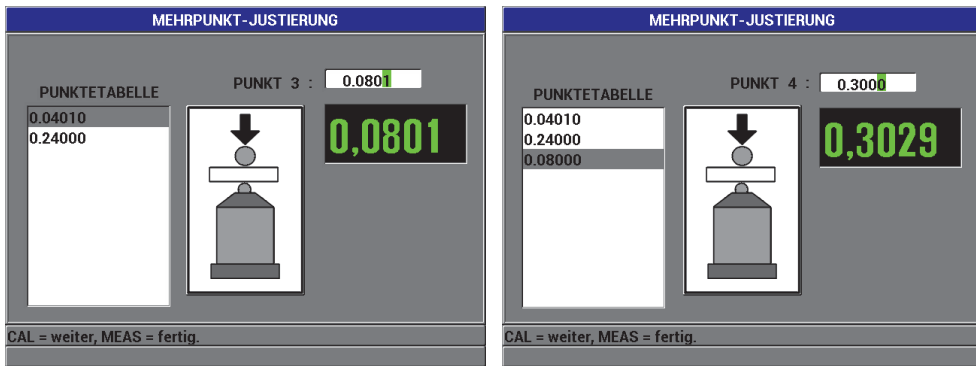

Abbildung 4-11 Fenster MEHRPUNKT-JUSTIERUNG
8. Wie folgt werden in der Punktetabelle, links im Fenster MEHRPUNKT-JUSTIERUNG, bis zu acht zusätzliche Messpunkte angezeigt (siehe Abbildung 4-11 auf Seite 96):